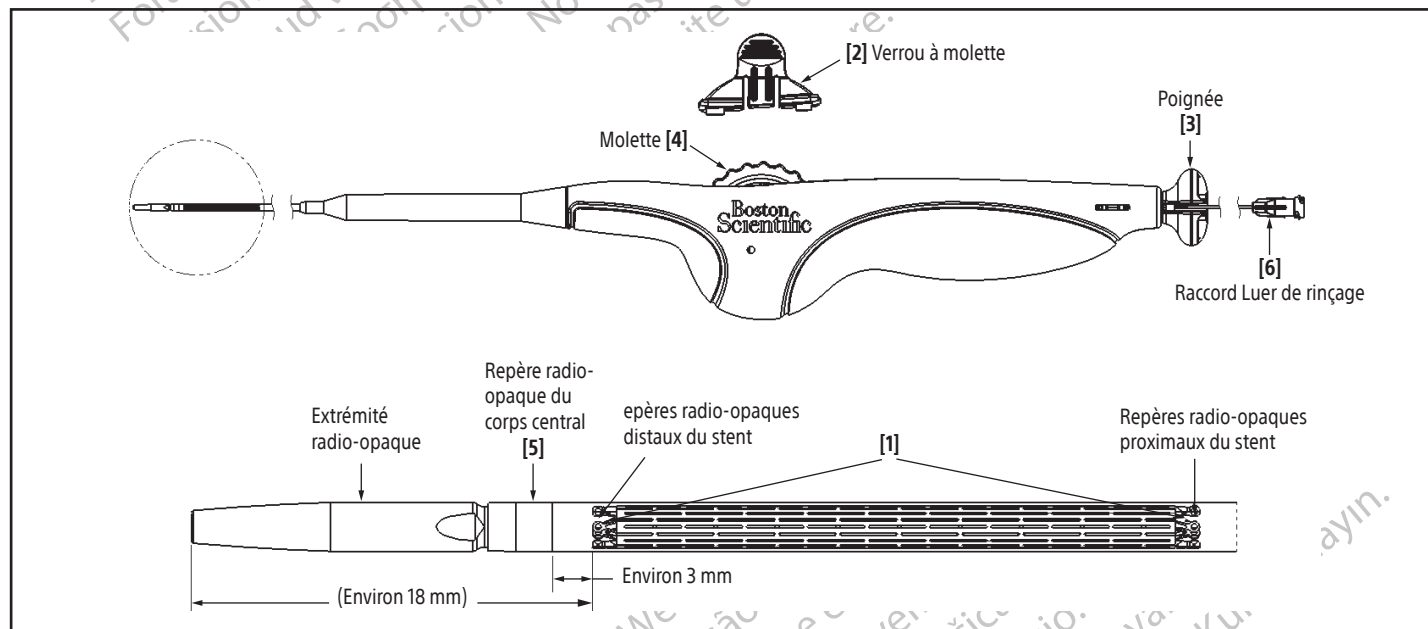

Figure 4. Système de mise en place du stent
7. Fixer une seringue de 10 ml (10 cc) remplie de sérum physiologique au raccord luer de rinçage au raccord luer de rinçage [6] de la poignée. Appliquer une pression positive. Continuer à rincer jusqu'à ce que le sérum physiologique apparaisse à l'extrémité distale de la lumière du guide. Retirer le raccord luer de rinçage [6] (en tirant sur la seringue ou sur le raccord luer de rinçage [6]) (voir Figure 4).